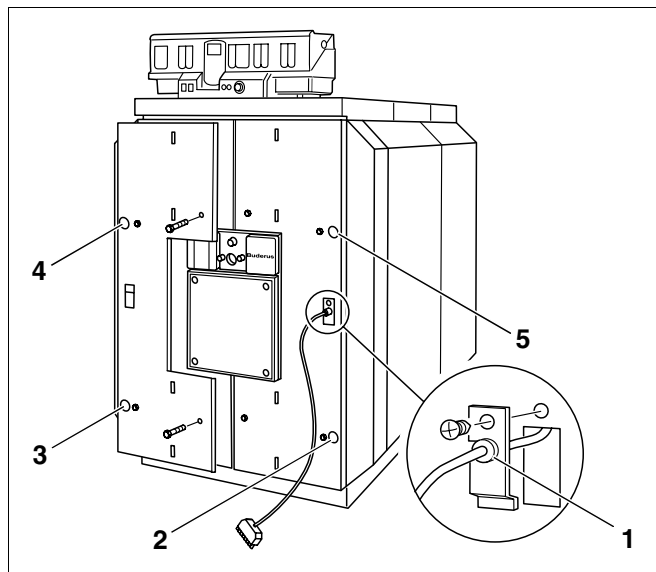

Fig. 57 Montering av brennerdørens kledning
- Legg brennerkabelen med strekkavlastning inn i kabelgjennomføringen (Fig. 57, **Pos. 1**).
- Sett brennerdørkledningen på brennerdøren forfra og skru kledningen fast til døren ved hjelp av fire maskinskruer (Fig. 57, **Pos. 2 til 5**).